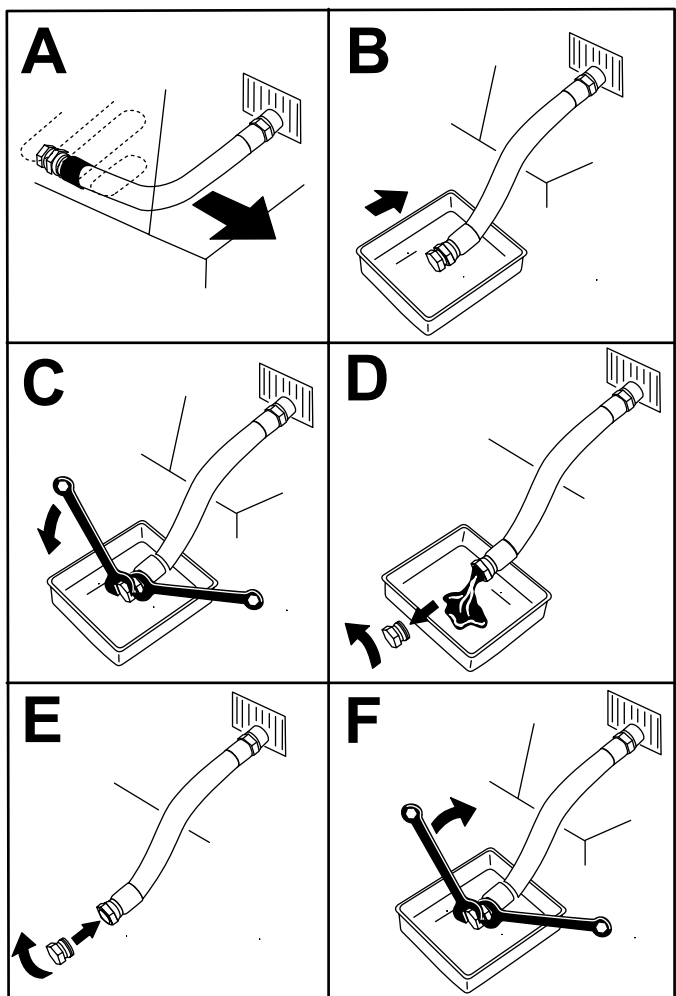

Figura 47
3. Spurgate l'olio dal motore (Figura 47).